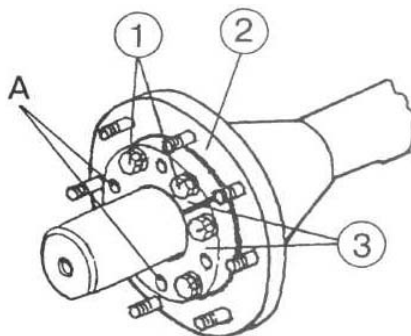

Рисунок 4.122
1) установите ступицу 2 (рисунок 4.122) на полуось;